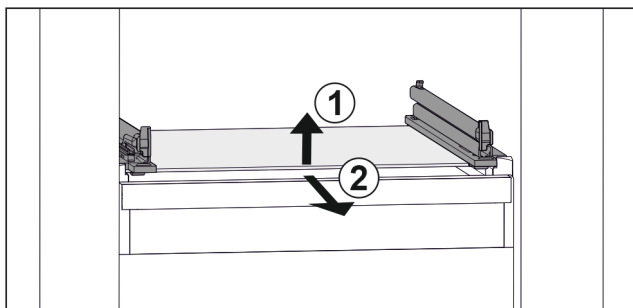

Fig. 72 Simbolična slika steklene plošče
- ▶ Steklo ploščo dvignite v smeri naprej. Fig. 72 (1)
- ▶ Steklo ploščo odstranite v smeri naprej. Fig. 72 (2)